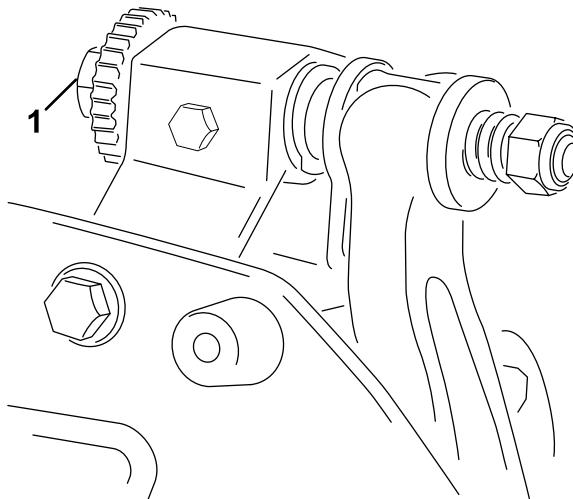

Рисунок 6
- поворачивайте регулировочные болты планки неподвижного ножа по часовой стрелке (Рисунок 6) по одному щелчку за раз до тех пор, пока не почувствуете или не услышите легкий контакт.
6. Поворачивайте правый регулировочный болт планки неподвижного ножа (Рисунок 6), пока не почувствуете легкое давление на регулировочной прокладке при перемещении ее из стороны в сторону. Удалите регулировочную прокладку.